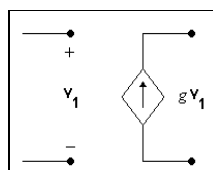

Figura 2.7: Fonte de corrente controlada por tensão.
- *Fonte de corrente controlada por tensão.* A Figura 2.7 mostra um exemplo desse tipo de fonte. A variável g é chamada de transcondutância [siemens], pois caracteriza uma corrente devido uma tensão.